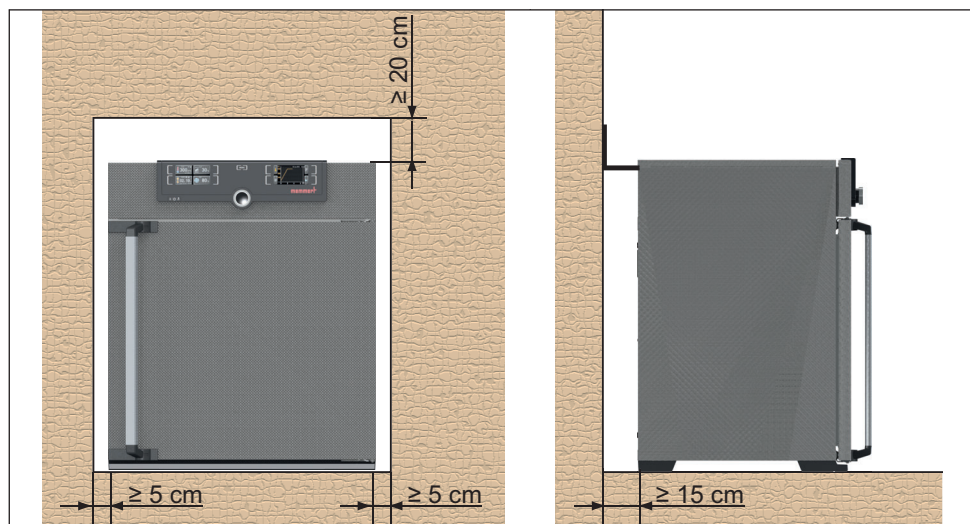

Fig. 9 Minimumsafstande til vægge og loft
Der skal være en afstand på mindst 15 cm mellem væggen og enhedens bagside. Afstanden til loftet må ikke være under 20 cm, og afstanden til væggen eller en anden enhed må ikke være under 5 cm (Fig. 9). Det skal principielt sikres, at der er tilstrækkelig luftcirkulation omkring enheden.
2. Bøj tippesikringen 90° opad ved den ønskede vægafstand (overhold minimumsafstanden til væggen, se Fig. 9).